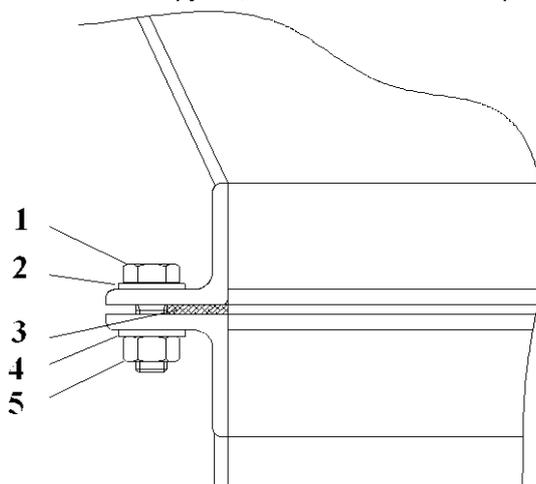

Рисунок 6 Фланцевое соединение
2. Установите предоставленные уплотнительные ленты на входном и выходном фланцевых соединениях (смотри рис. 6).
3. Полностью затяните входной и выходной фланцы питателя (смотри рис. 6).